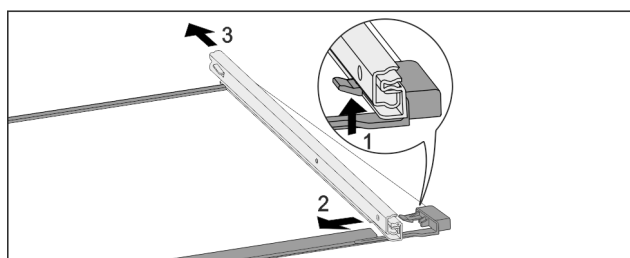

Fig. 173 Skleněná deska s kolejničkami
- Přední aretační háček zatlačte nahoru. Fig. 173 (1)
- Výsuvnou kolejničku vysuňte stranou Fig. 173 (2) a dozadu Fig. 173 (3).